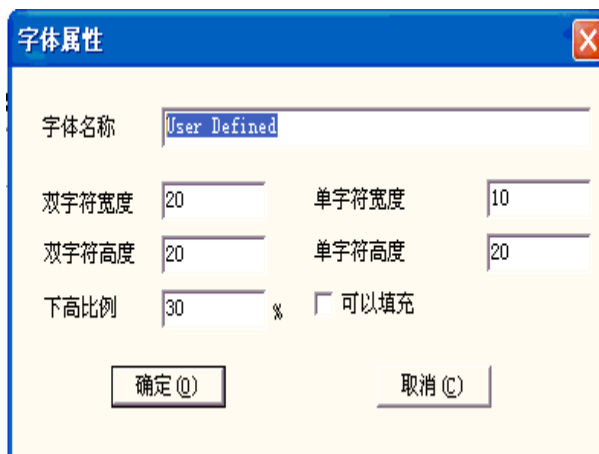

图 5-22 字体属性对话框
- 按确定创建新的 jcztest.jsf 文件后，系统弹出如图 5-22 所示的字体属性对话框，修改字体名称为 jcztest，然后按确定，则系统已经建立好字体名称为 jcztest 的字体文件 jcztest.jsf。